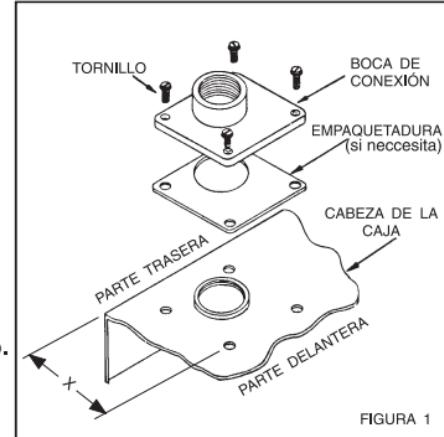

FIGURA 1
3. Si la dimensión "X" en la Figura 1 es 3 9/16" use dos (2) de los cuatro (4) tornillos provistos con la boca de conexión en las posiciones de montaje traseras. Use los dos (2) tornillos provistos en la bolsa plástica dentro de la caja en las posiciones de montaje delanteras para acoplar la boca de conexión a la cabeza. Si la dimensión "X" es menos de 3 9/16" use los cuatro (4) tornillos provistos con la boca de conexión para acoplar la boca de conexión a la cabeza.